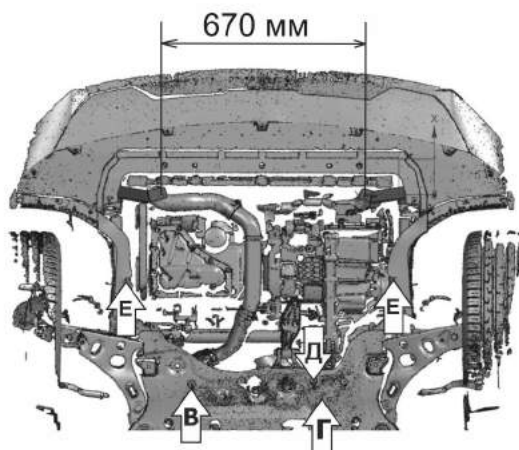
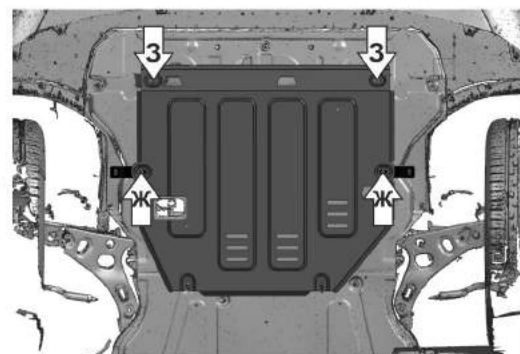

Рис. 2
Рис. 3
- Установить гайки закладные М6 с усиком в подрамнике. В левой части подрамника закладную М6 установить над отверстием (В), в правой части подрамника закладную М6 протянуть через отверстие (Г) и установить над отверстием (Д), закрепив закладную усиком в отверстии (Г) (рис.2).
- Установить кронштейны 3,4, закрепить штатным крепежом в позициях (Е) (рис.2).
- Просверлить в штатном пыльнике отверстия диаметром 20мм соответствующие крепежным точкам в позициях (Ж) (рис.3).
- В гайки закладные М6 вкрутить болты М6х40 с шайбами 6 и 8 через втулки 14 мм (В) и (Д) (рис.2).
- Установить защиту поверх штатного пыльника. Заднюю часть защиты завести открытыми пазами на вкрученные болты М6х40 с шайбами 6 и 8 через втулки 14 мм (В) и (Д) (рис.2). Среднюю часть закрепить болтами М8х16 с шайбами 8 к кронштейнам в позициях (Ж). Переднюю часть защиты закрепить болтами М8х25 с шайбами 8 к установленным кронштейнам (З) (рис.3).